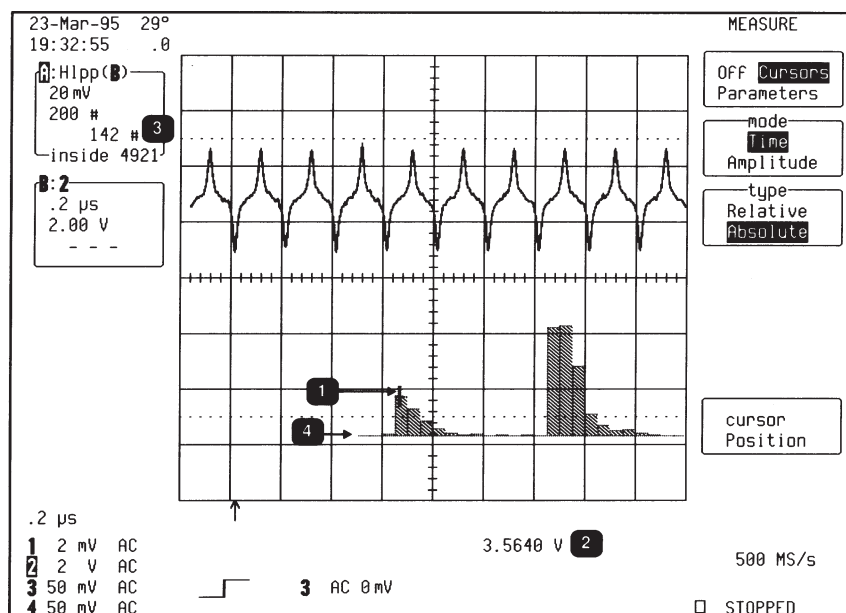

図 19
このオシロスコープの測定カーソルは、特定のビンの値と度数を調べるときに有用です。図 19 には、特定のヒストグラム・ビンに位置設定された "Time" カーソル（注記①）が表示されています。このビンの値（注記②）とその度数（注記③）も表示されています。